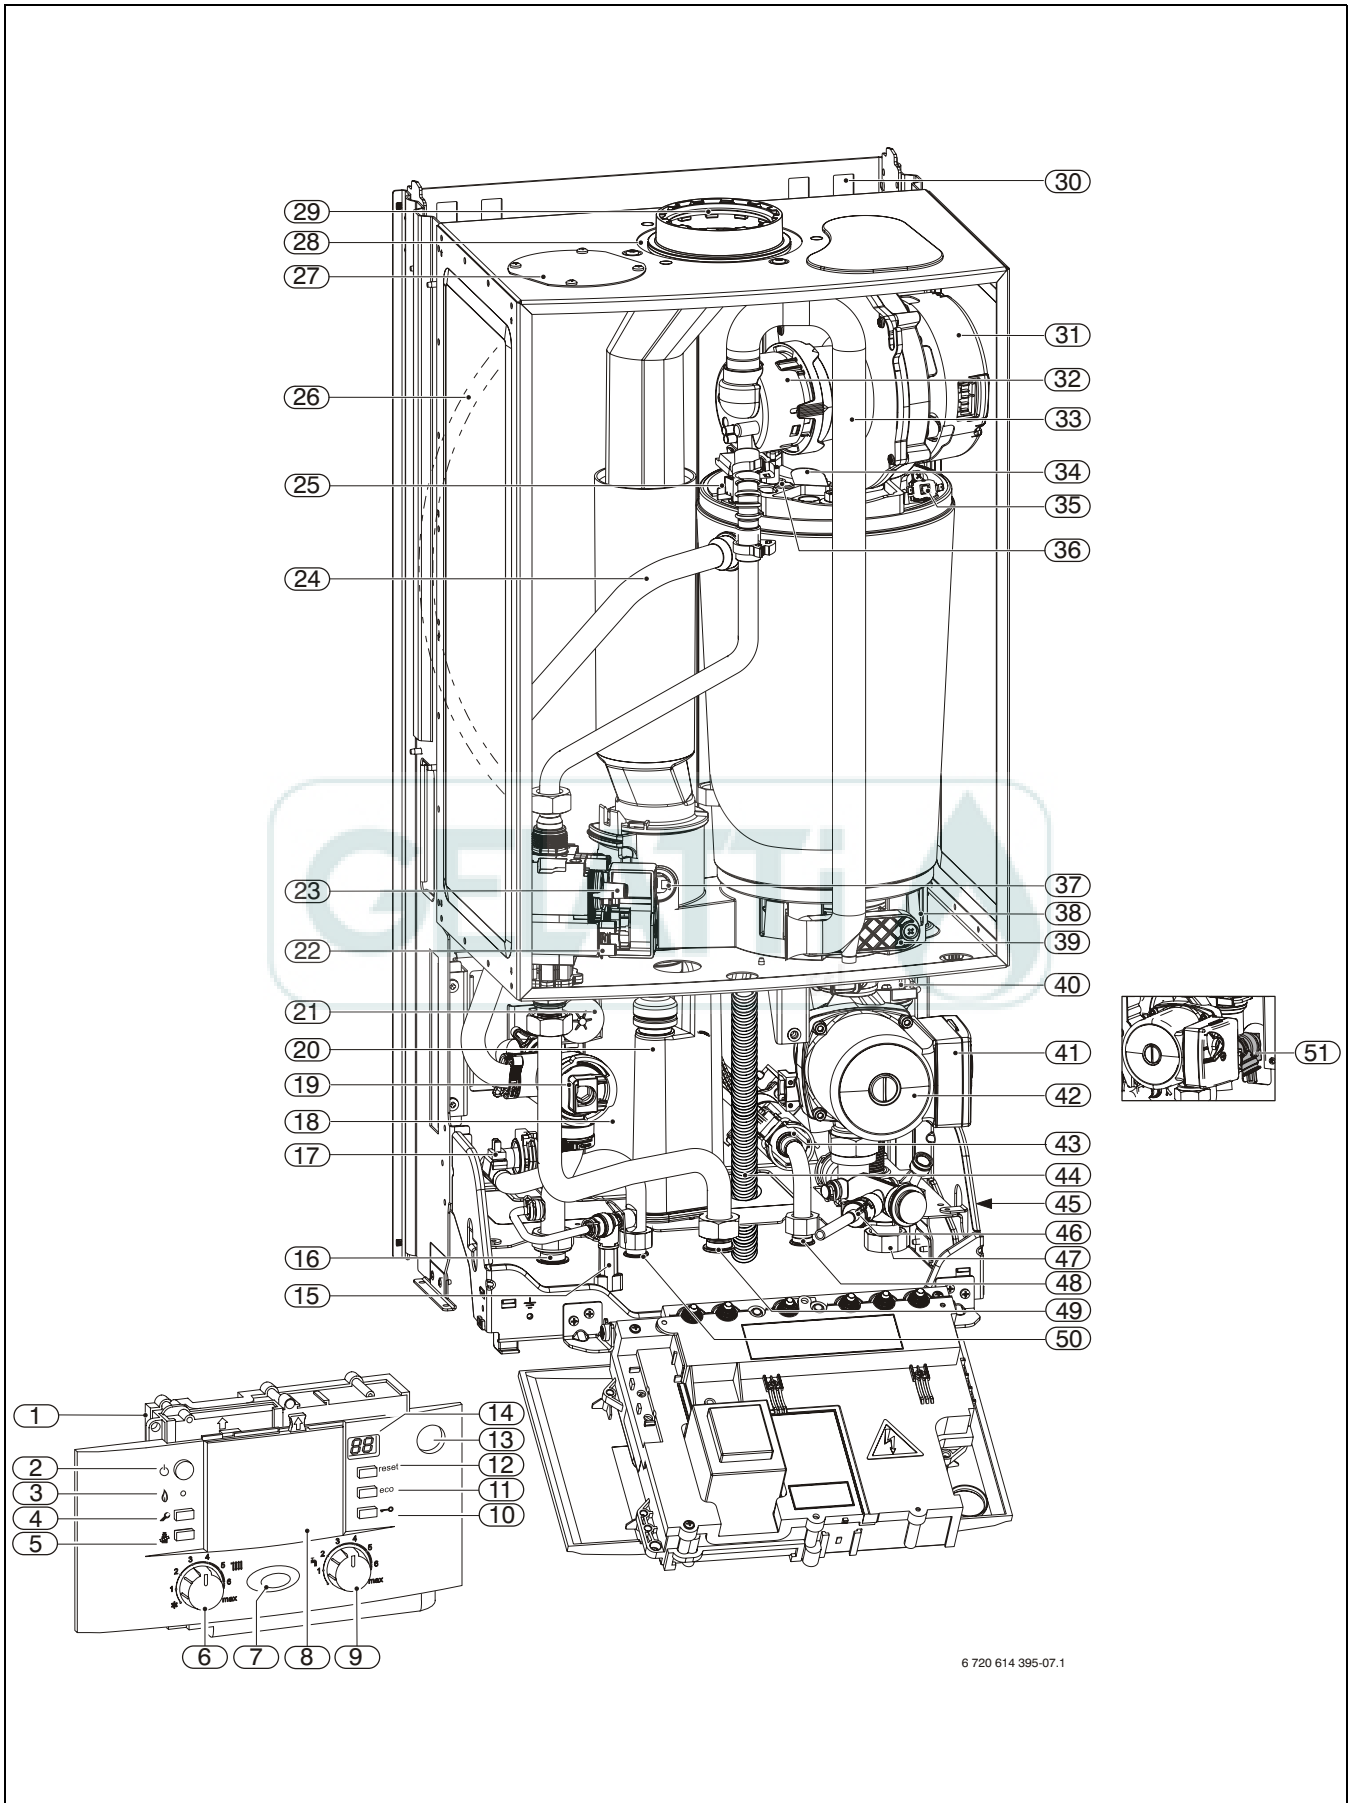

Fig. 3
La targa di caldaia (45) si trova sulla traversa, in basso a destra (fig. 3).